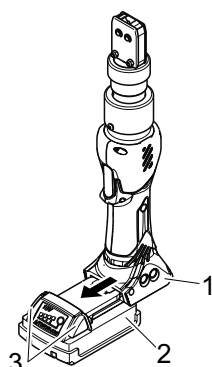

Fig. 18 : Retrait de la batterie
- ▶ Appuyez sur les boutons (Fig. 18/3) et retirez la batterie (Fig. 18/2) de la pince électrique CP 10 / CP 20 / CC 20 (Fig. 18/1).